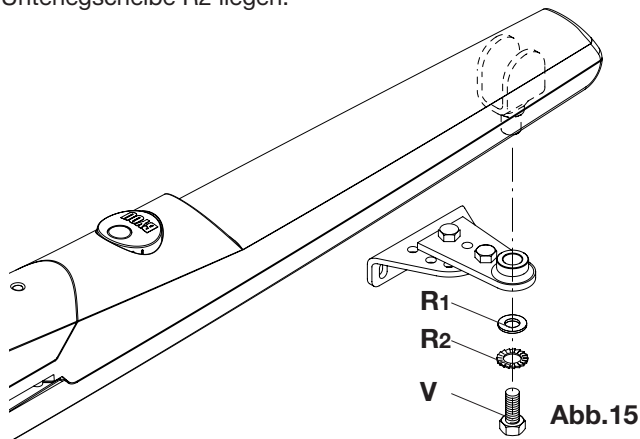

Abb.15
- Setzen Sie den Zapfen des Getriebemotors in die Halterung BTY.2 ein und fixieren Sie sie mit Schraube V, setzen Sie dabei die Unterlegscheiben R1 und R2 wie in Abbildung 15 gezeigt dazwischen.